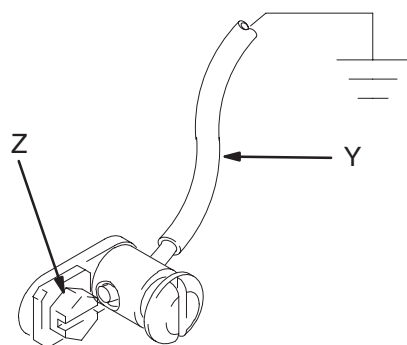

Fig. 1 T11052
1. *Pompe King:* utilizzare un filo di terra con morsetto. Vedere Fig. 1. Rimuovere la vite di terra (Z) e inserire nell'occhio del terminale dell'anello all'estremità della vite di terra (Y). Serrare la vite di terra nuovamente nella pompa e avvitare fermamente. Collegare l'altra estremità del filo a una messa a terra efficace. Ordinare il codice 222011 - filo di messa a terra e pinza.